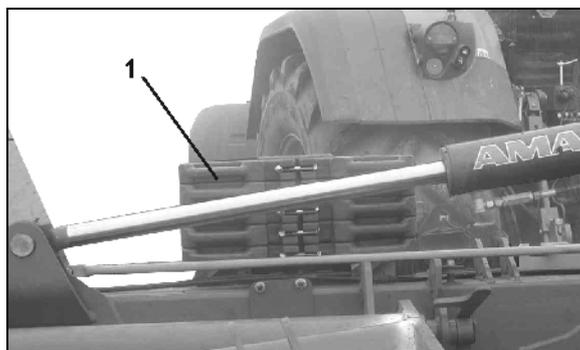

Рис. 21
**Catros** может быть оснащен дополнительными балластами (Рис. 21/1).